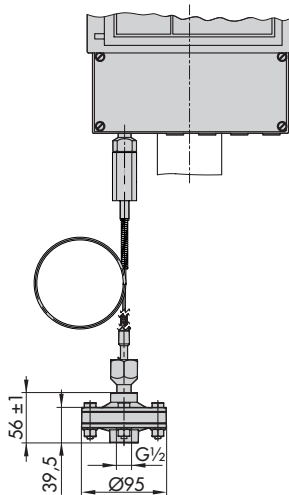
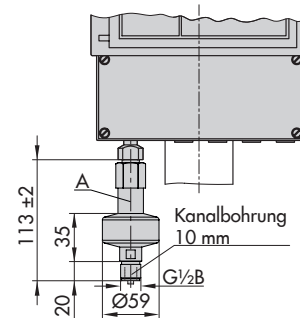

Bild 6: Druckmittler für allgemeine Anwendungen
Bild 8: Druckmittler für brennbare Gase
► Technische Daten vgl. Tabelle 3 und Maßbild vgl. Bild 6 bis Bild 8.